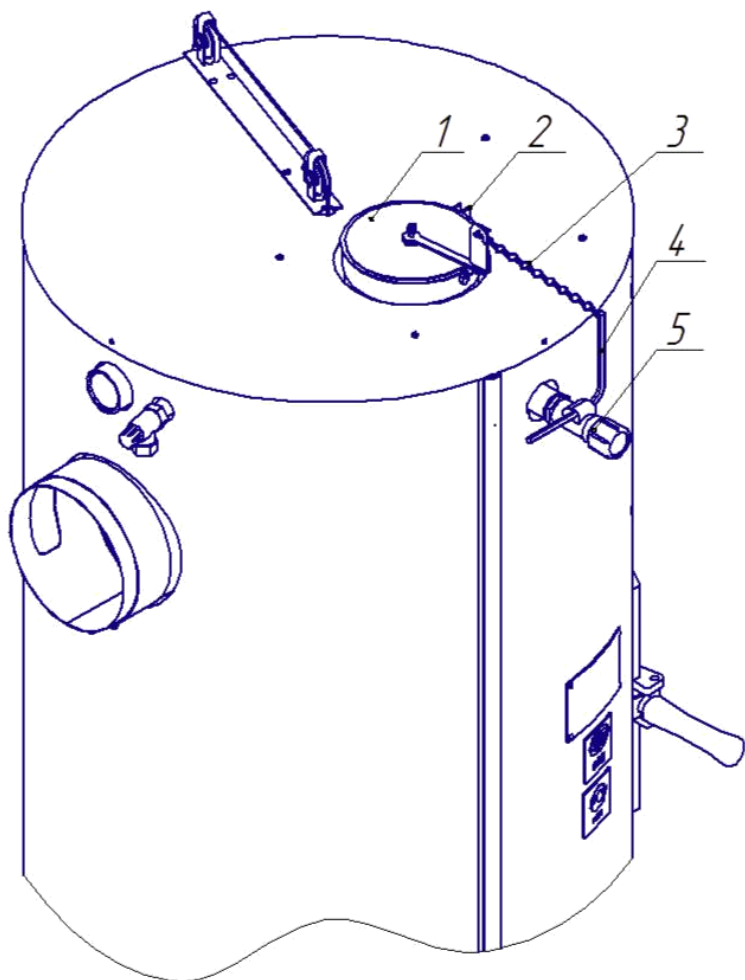
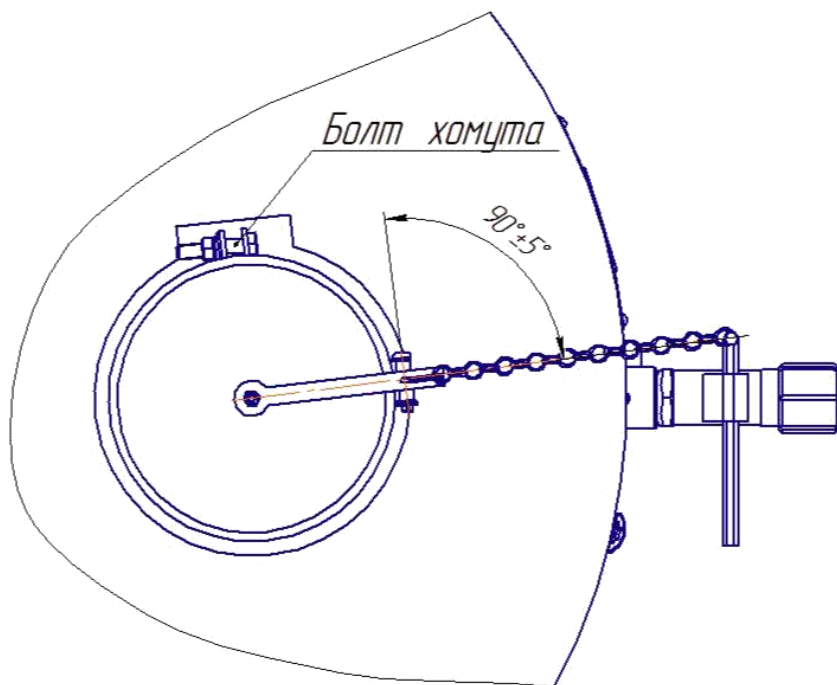
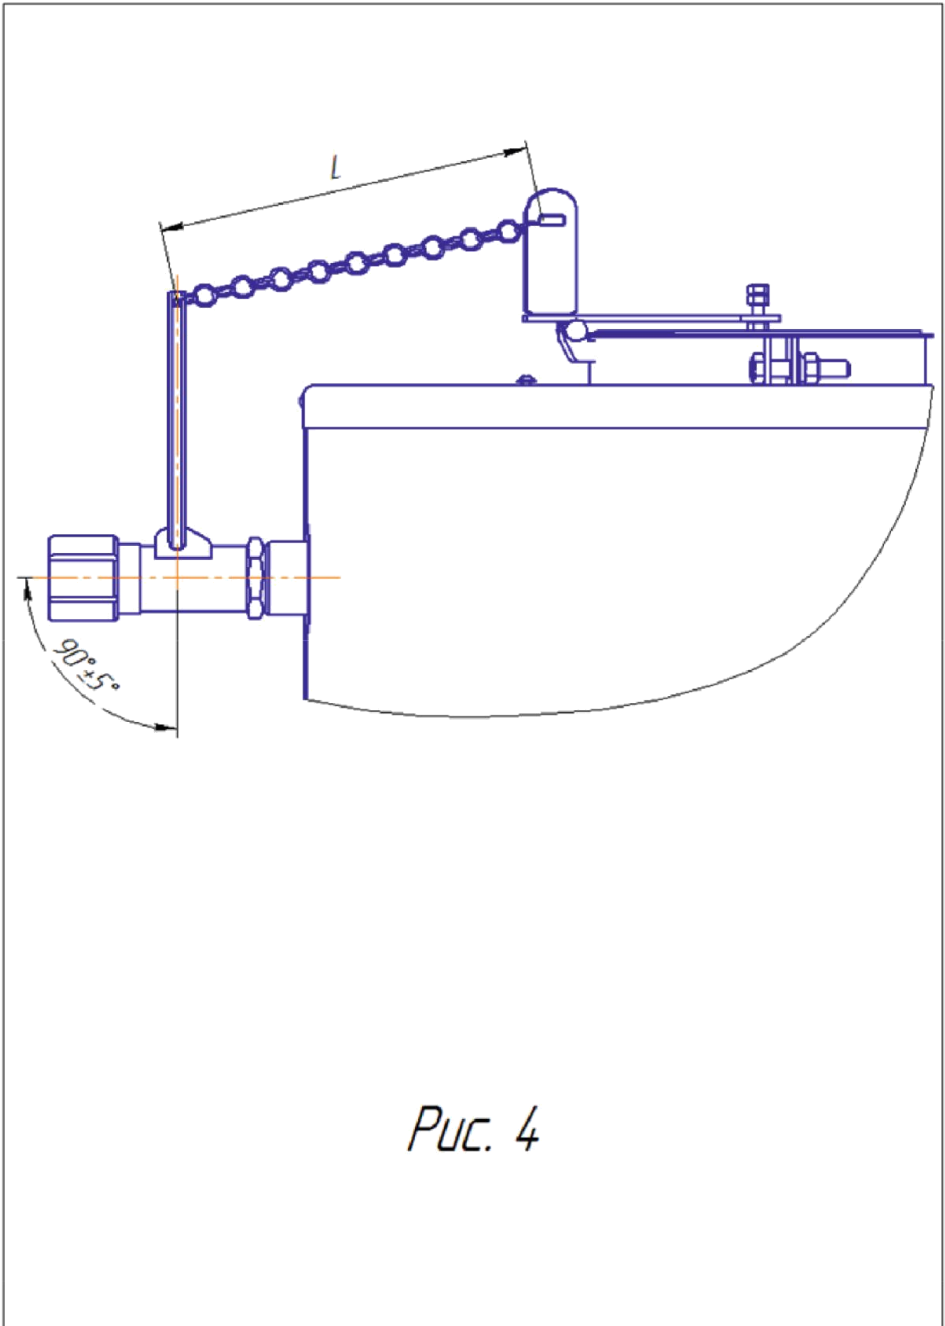

Рис. 1
Рис. 3
Рис. 4
4.4.4 Дымовой канал от котла до дымовой трубы должен быть не длиннее 1,5 м и не короче 0,2 м, надёжно герметизирован в местах соединения и весь изолирован теплоизоляционным материалом и иметь окно для чистки, герметично закрывающееся крышкой. (рис. 1)
1. Заслонку 1 (Рис.1) установить таким образом, чтобы верхний торец хомута 2 находился ниже торца патрубка на 1...2мм (Рис.2) а цепочка 3 (Рис. 1) была расположена перпендикулярно оси заслонки (Рис. 3). Для этого нужно ослабить болт хомута (Рис.3), отрегулировать положение хомута, как описано выше, затянуть болт.
4. Установить желаемую температуру по шкале терморегулятора 5 (Рис. 1)
5. При достижении установленной температуры отрегулировать длину цепочки L (Рис.4) таким образом, чтобы заслонка 1 полностью закрывала патрубок а рычаг терморегулятора 4 (Рис. 1) находился в вертикальном положении, при этом допускается провисание цепочки примерно на 1..2 мм.